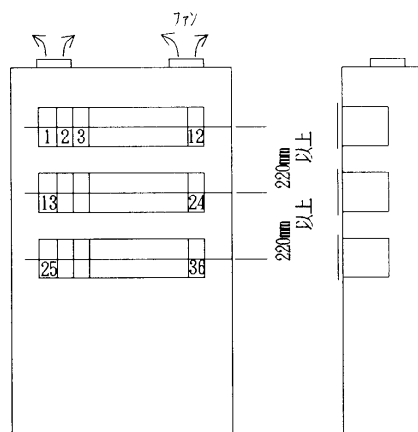

図3
- ・クローズされた計装盤等に取り付ける時は、盤の上下に換気ファンを取り付けて下さい。(図3参照)